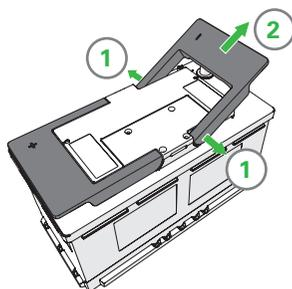

Figure 7.
- b) Retirer les poignées en les tirant vers l'extérieur. (Figure 7)